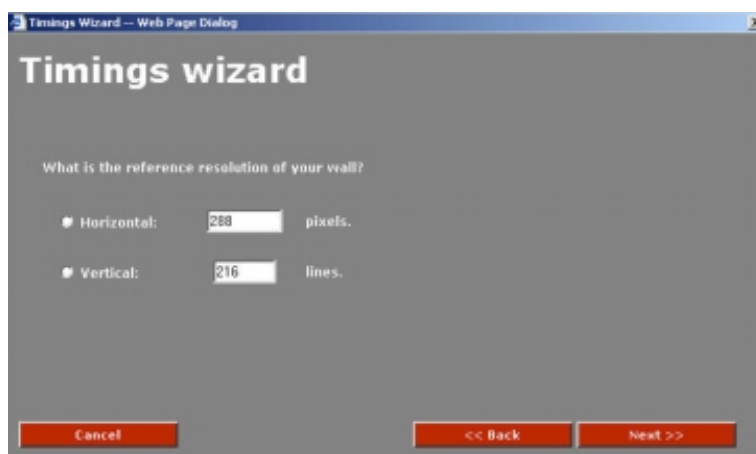

Imagen 8-12
1. Introduzca la resolución de la pared. (imagen 8-12)